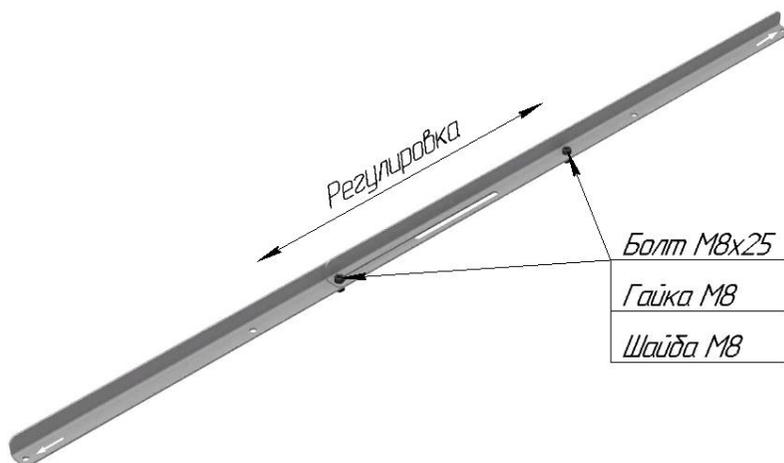

Рисунок 5
4. Соединить перемычки с помощью Болтов М8х25, Гаяк М8 и Шайб ø8. Овальные отверстия позволяют регулировать длину вылета перемычек. **Рис.5.**